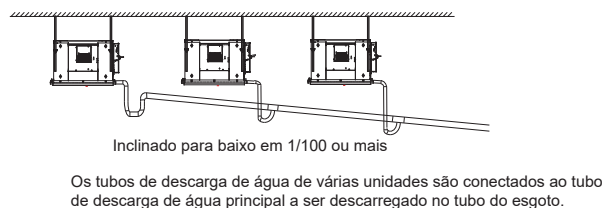
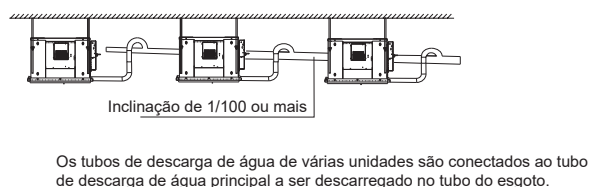

Figura 19a (sem uma bomba de água)
Figura 20b (com uma bomba de água)
7. Instale os tubos de descarga de água como mostrado na Figura 19a (sem uma bomba de água) e na Figura 20b (com uma bomba de água). A saída da tubulação de descarga de água não deve ser maior que a altura de descarga de água, garantindo uma inclinação descendente de mais de 1/100.